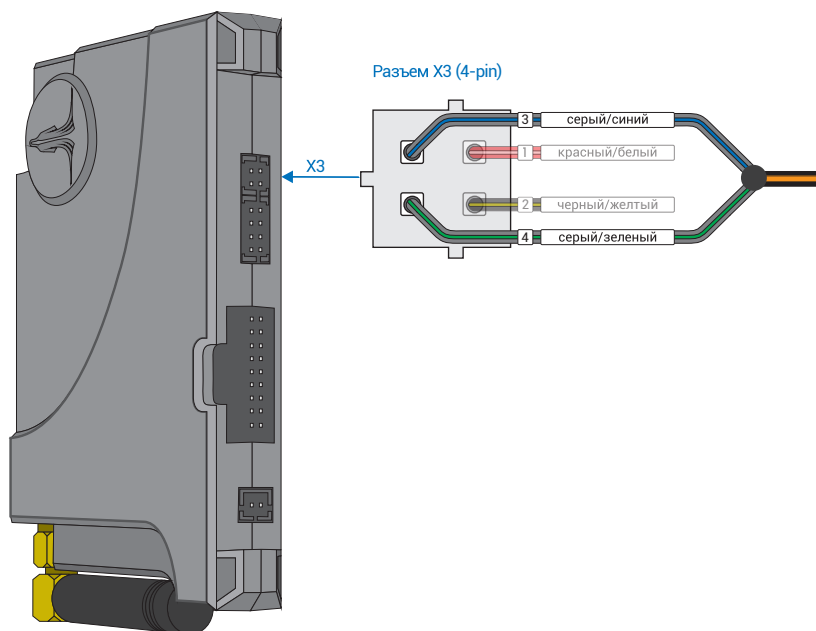

Рис.1 Призрак-8xx
4. Объедините между собой серый/синий провод (контакт №3) и серый/зеленый провод (контакт №4), находящиеся в разъеме X3 (см. рис.1). Подключите их к шине данных а/м: черный/оранжевый провод на правом разъеме за правой нижней накладкой центральной консоли (см. рис. 2-3).